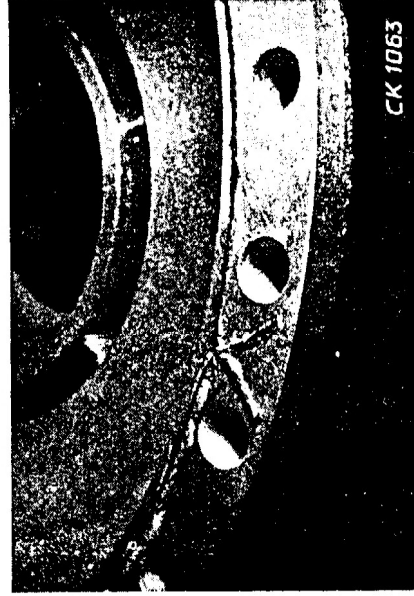

Bild 9/4c
- 8) Teflon-Dichtungsschnur 9 innerhalb der Schraubenreihe so auf die Dichtfläche der Kupplungsschale legen, daß die Schnuren sich kreuzen (Bild 9/4c). Damit die Schnur nicht verrutscht, muß sie mit Fett bestrichen werden. Die Dichtflächen am Primärrad und an der Kupplungsschale müssen einwandfrei sein; sie dürfen nicht mit Dichtungsmasse bestrichen werden.